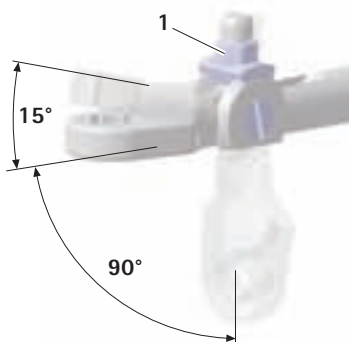

Fig. 3
- Placer la clé en **T H** selon l'angle voulu et serrer l'hexagone **1** dans le sens des aiguilles d'une montre, voir Fig. 3.